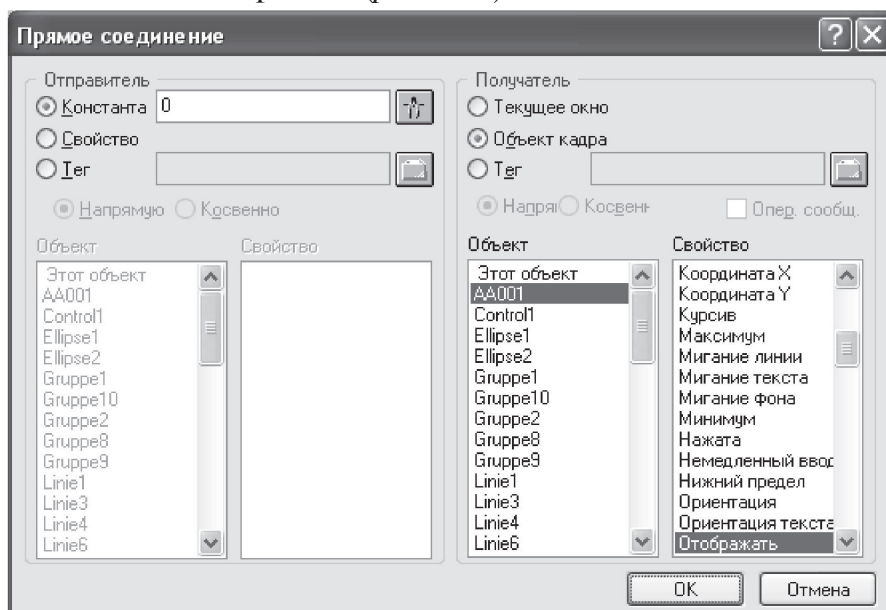

Рис. 3.20. Настройка прямого соединения для события «Нажатие правой»
12. Аналогично настраиваем свойство мыши *Нажатие правой*. Только в поле *Отправитель* выбираем *Константа* и задаем значение 0. При нажатии правой кнопки мыши окно будет исчезать, поскольку в свойство отображения окна управления клапаном AA001 запишется значение 0 — не отображать (рис. 3.20).